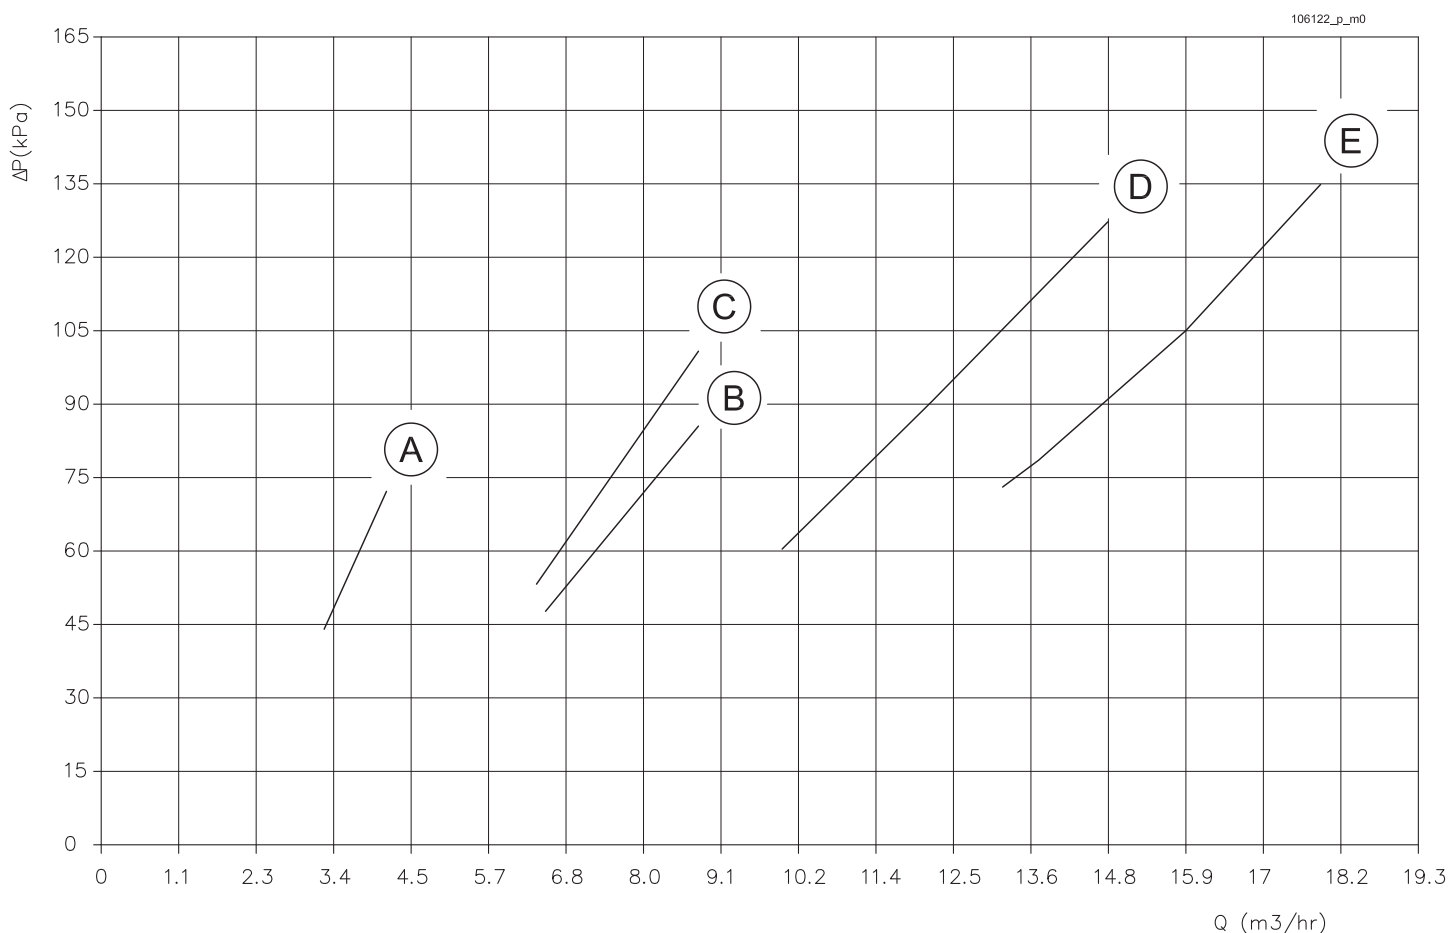

Figura 5-19 - Perdite di carico lato acqua
- 2.-con il valore di portata d'acqua corrispondente verificare quali sono le perdite di carico in base al grafico di Figura 5-19;
Legenda Figura 5-19